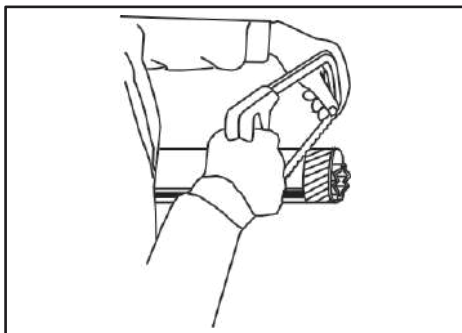

Рис.11
- Укоротите раздвижные трубки на ту же величину (рис. 11 и 12), снимите заусенцы и обработайте, затем смажьте внутреннюю часть трубки.